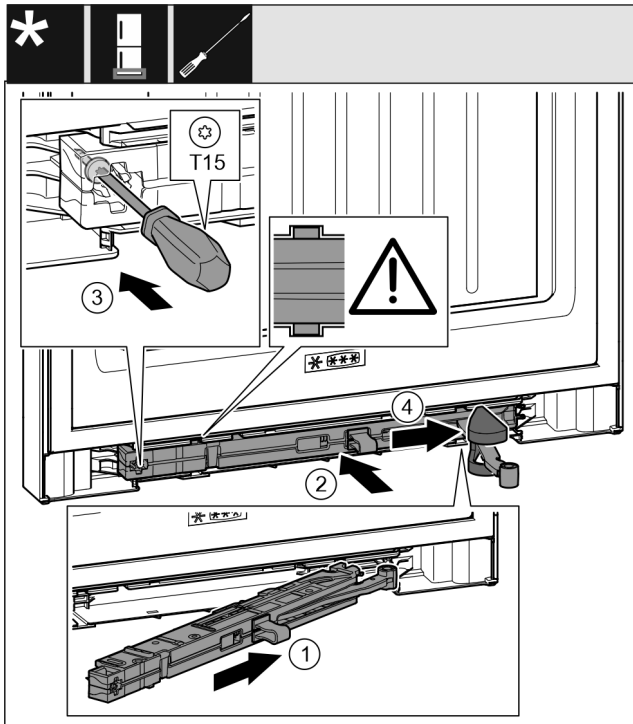

Fig. 31
- ▶ Côté support de palier, pousser l'unité d'amortissement de fermeture Fig. 31 (1) jusqu'en butée de biais dans l'évidement.
- ▶ Pousser complètement l'unité d'amortissement de fermeture Fig. 31 (2) dans l'évidement.
- ▶ Serrer la vis Fig. 31 (3) avec un tournevis.
- ▶ Pousser le cache Fig. 31 (4) sur la jointure.